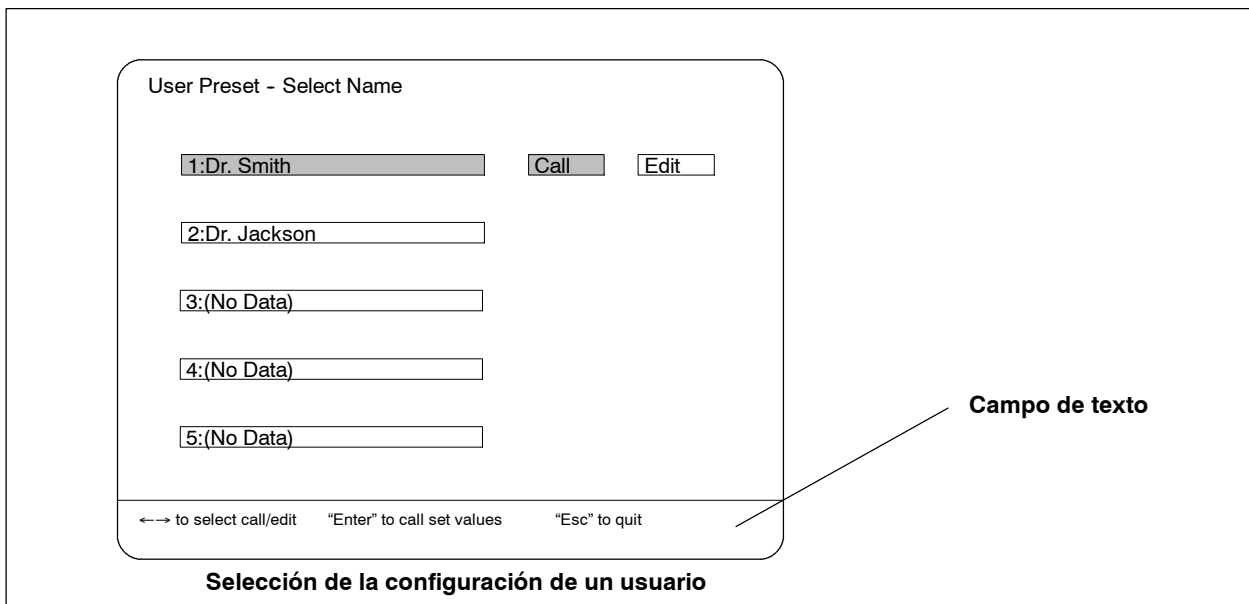

Figura 6.38
2. Mediante las teclas “↑” y “↓” marque el nombre del usuario deseado y pulse la tecla “Enter”. Cuando aparezcan los símbolos [Call] y [Edit] a la derecha de la posición deseada marque el símbolo [Call] mediante la tecla “←” ó “→” y pulse la tecla “Enter” (ver figura 6.38). Todas las funciones tomarán los valores que el usuario previamente les había asignado y almacenado bajo dicho nombre. La imagen endoscópica aparecerá de nuevo en la pantalla.